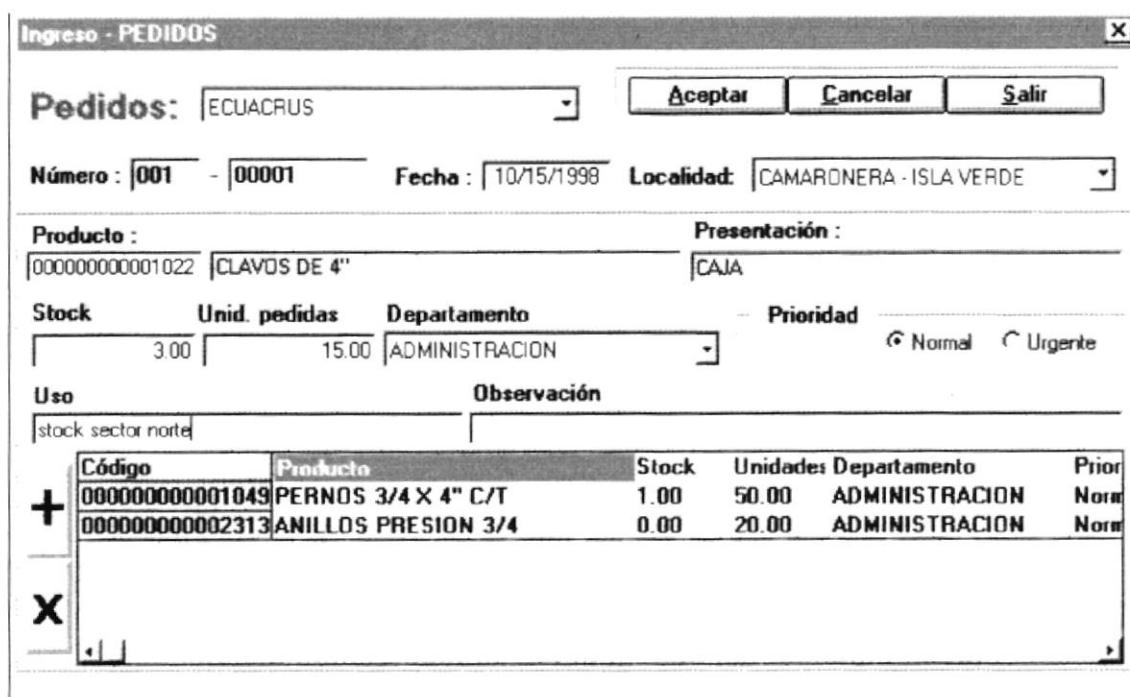

Fig. 6-4. Pantalla de Movimientos de Pedidos (Ingreso)
3. Si los datos ingresados son correctos y se ha grabado satisfactoriamente la información, aparecerá un mensaje de grabación exitosa (Ver Fig. 6-4).